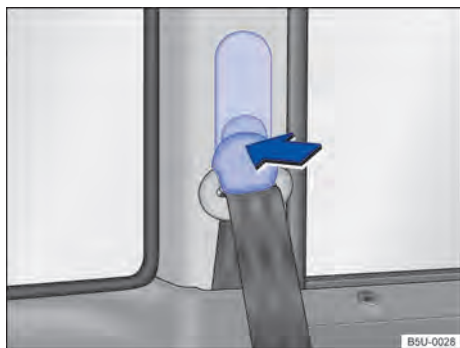

Fig. 31 Al lado de los asientos: regulación de altura del cinturón de seguridad.
- Presione el dispositivo regulador en el sentido de la flecha y manténgalo presionado → **fig. 31**.